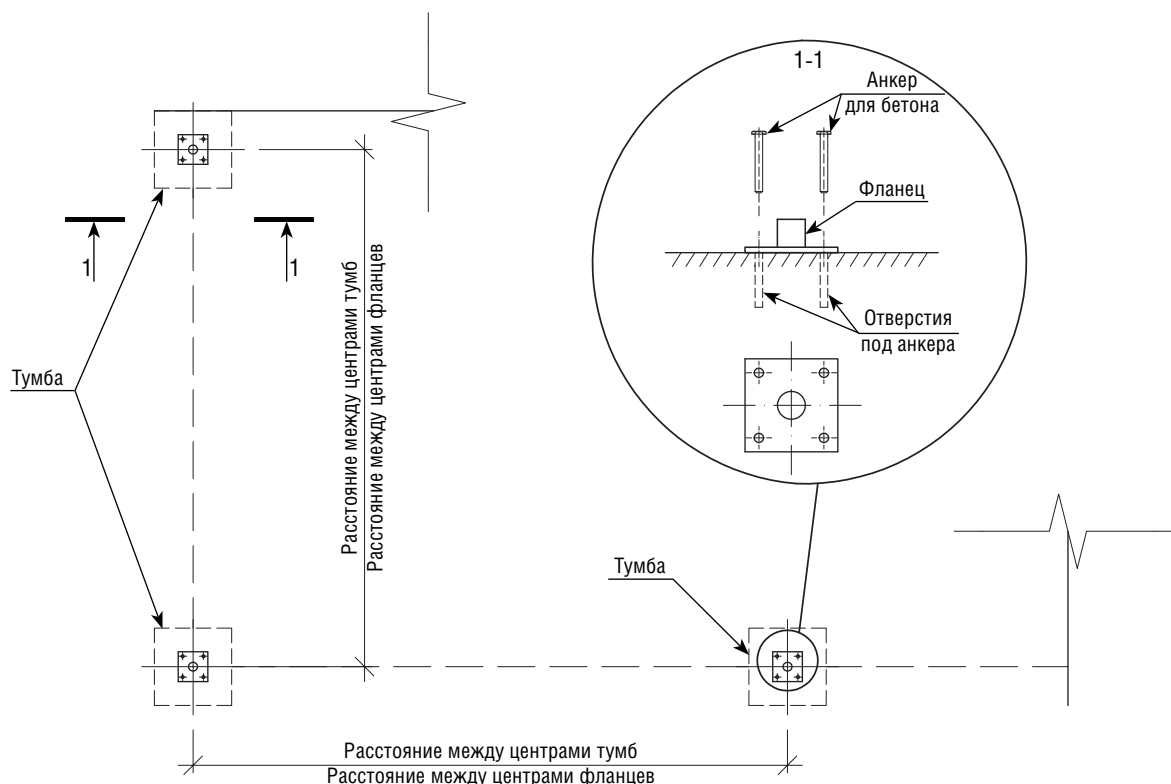

Рис. 1-2
**1.2.2** Установите фланец, совместив его центр с точкой отмеченной на основании. Отметьте на основании места расположения анкеров (рис. 1-2).
**1.3.1** Отметьте на основании местоположение центра каждой тумбы (**смотри рис. 1-2**).